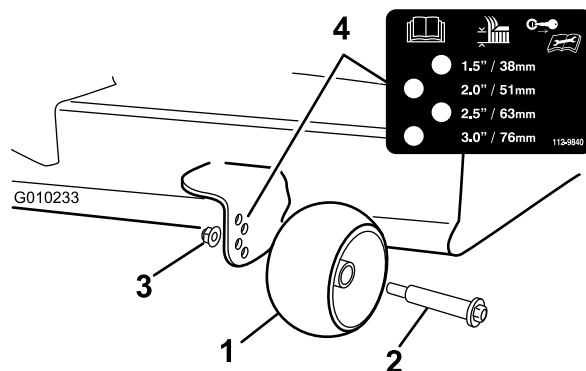

Figura 30
3. Ajuste os rolos antitanos (Figura 30) para corresponder à posição da altura de corte mais próxima.